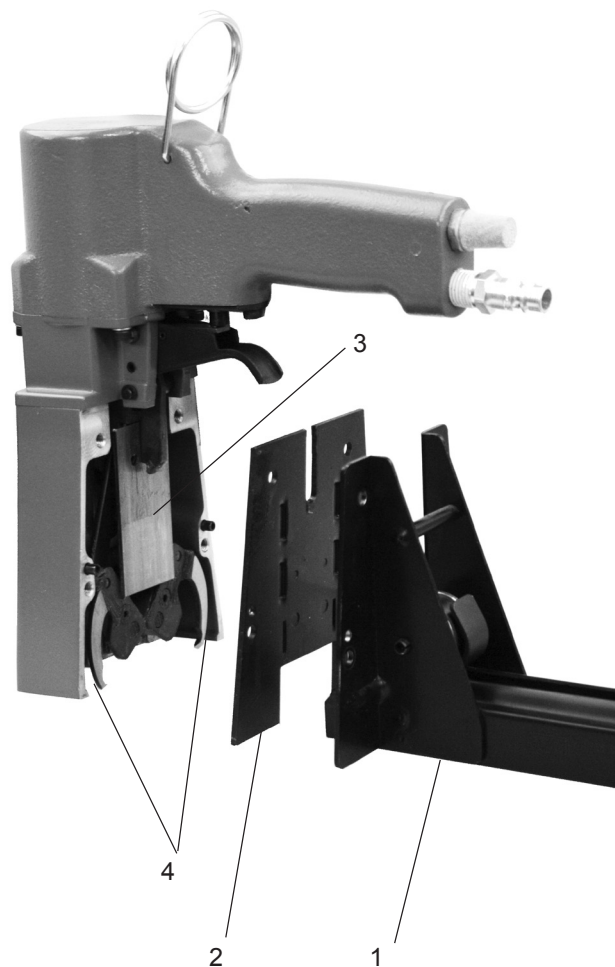

Fig. 11
- Ta bort magasinet (Fig 11/1) och kuliss (Fig 11/2).